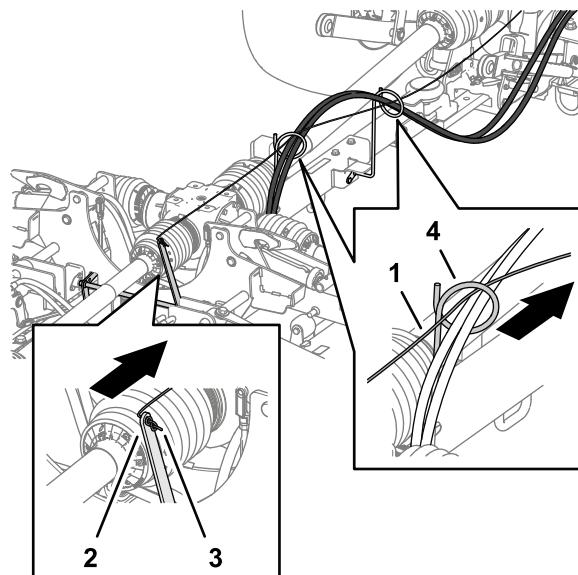

Figura 12
2. Dirija el extremo libre de la cuerda de bloqueo de la carcasa desde la palanca de bloqueo a través de las 2 guías de mangueras (Figura 12).